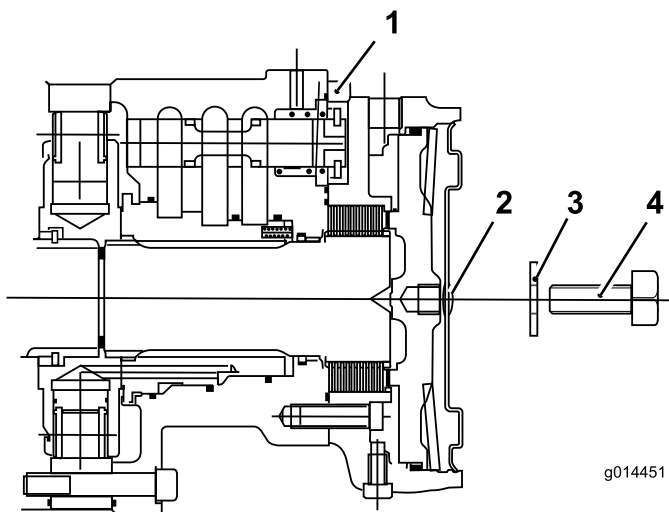

Bild 45
7. Führen Sie eine Schraube (12 x 40 mm) und eine Unterlegscheibe (12 mm) durch das Loch in der Mitte der Motorendplatte (Bild 45).
8. Ziehen Sie die Schraube im Gewindeloch des Bremskolbens an, bis sich die Bremse löst (Bild 45).